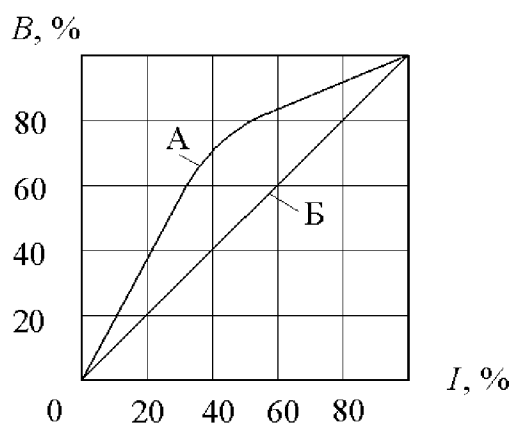

Рис. 2.13
2.4.59. На сколько уменьшатся силы притяжения якорей электромагнитов А и Б, если напряжение на их катушках снизится на 20% относительно номинального напряжения, принимаемого за 100%? Графики зависимости магнитной индукции  $B$  в воздушном зазоре от тока катушки  $I$  электромагнитов изображены на рис. 2.13. Изменения температуры катушек при снижении тока не учитывать.